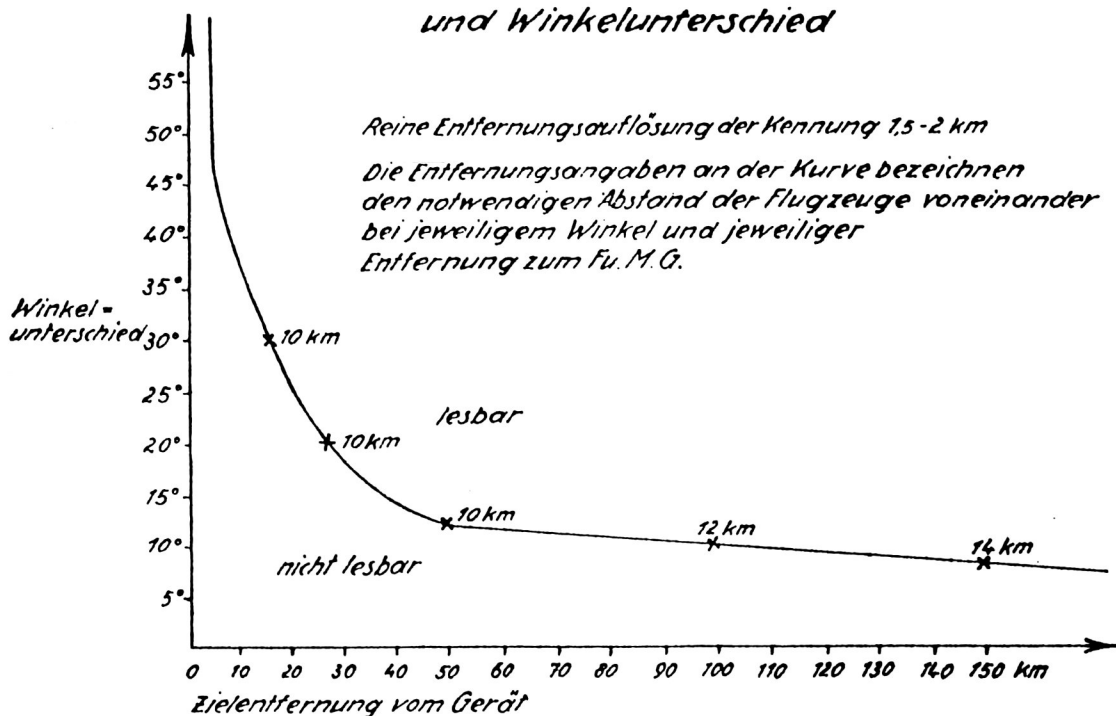

Abb. 9
a) Bei Masseneinsatz eigener Jagdkräfte auf engem Raum wird das Auffinden und Führen eines **bestimmten** Flugzeuges erschwert, denn das **Auflösungsvermögen** des Egon-Gerätes reicht dann nicht mehr aus, alle erfaßten Ziele zu trennen (Abb. 9).